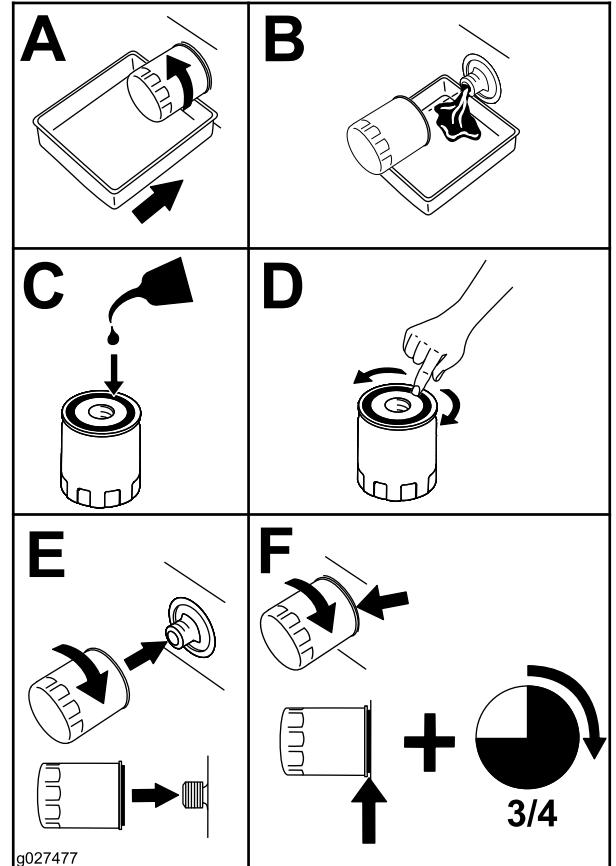

Bild 19
2. Wechseln Sie den MotorölfILTER aus (Bild 19).